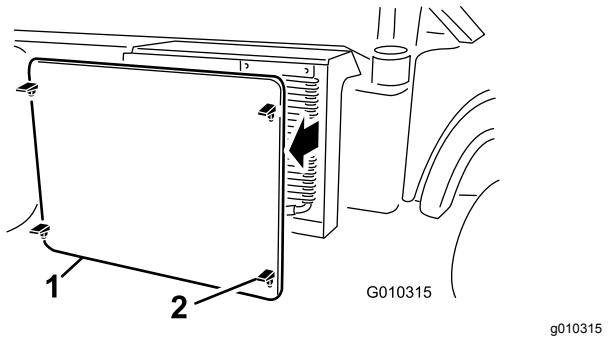

Figura 59
2. Desengate e retire o filtro do radiador da frente do radiador (Figura 59).